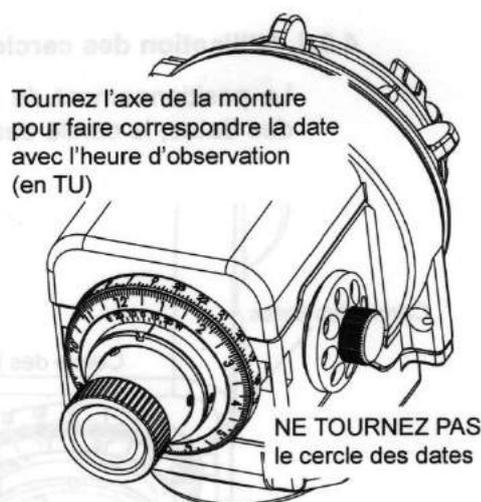

Fig. 30
5. Tournez ensuite l'axe de la monture pour faire correspondre la date d'observation (sur le cercle des dates) avec l'heure d'observation (sur le cercle des heures). **NE TOURNEZ PAS** le cercle des dates seul mais bien l'axe de la monture. Par exemple, si vous observez le 4 mars à 20h TU, la position correspond à celle de la Fig. 30.